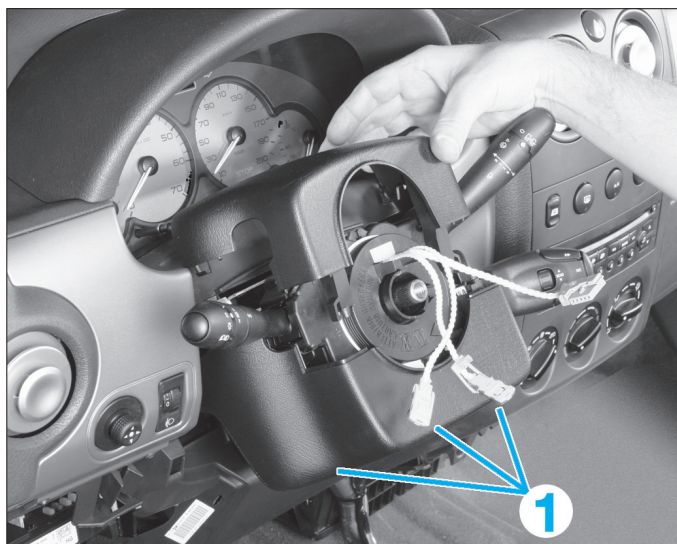

FIG. 2
- les 3 vis (1) de fixation des demi-coquilles de colonne de direction et les désaccoupler afin de pouvoir les déposer (Fig.2).